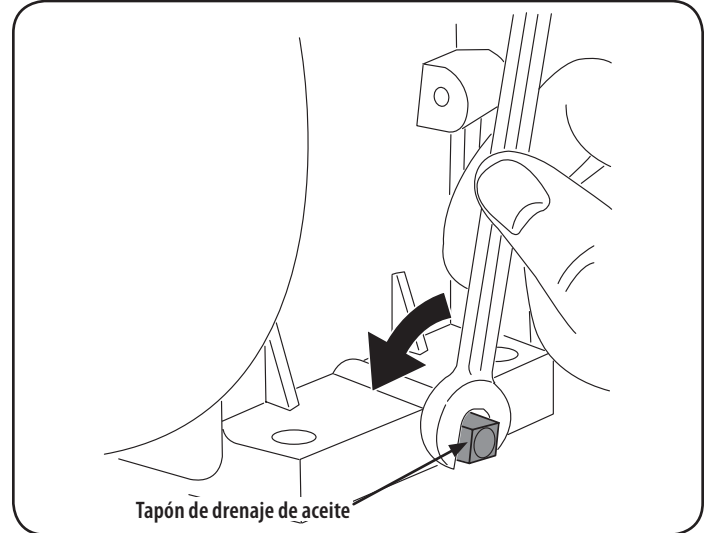

Figura 21
4. Retire el tapón de vaciado, la Figura 21.